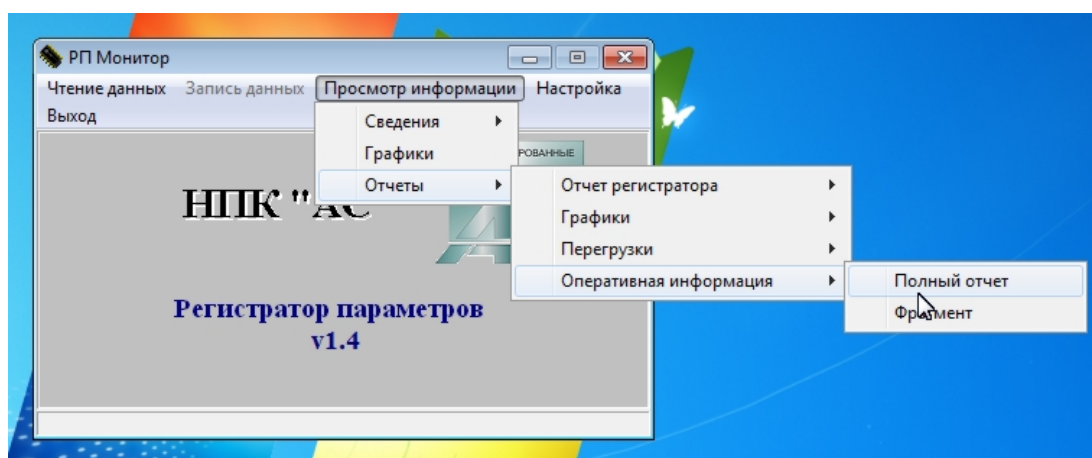

Рис. 31
- оперативную информацию, Рис.31 (как полностью, Рис.32, так и выделенный фрагмент).